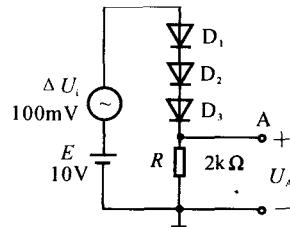

图 1.3.3
**1.3.3** 电路如图 1.3.3 所示, 二极管的导通压降为  $0.7 \text{ V}$ , 利用小信号模型 ( $V_T = 26 \text{ mV}$ ), 分别计算 A 点的直流电压  $U_A$  和交流电压  $\Delta U_A$ 。